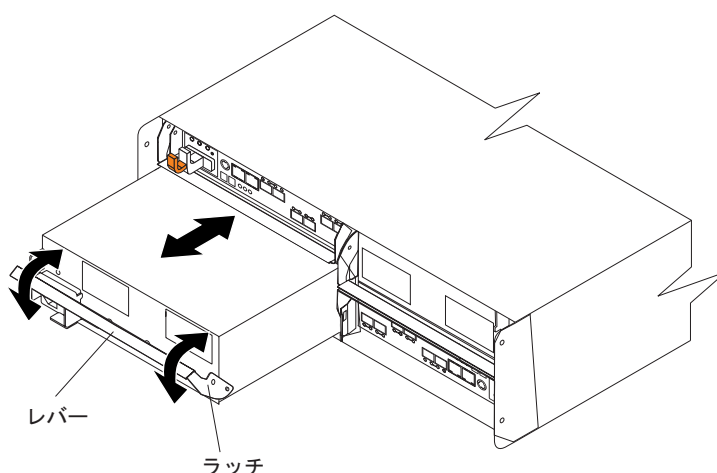

図 22. 電源機構およびファン・ユニットの再取り付け
1. 電源機構およびファン・ユニットをスライドさせてストレージ・サブシステムに入れます。電源機構およびファン・ユニットを再取り付けするために、図 22 で示すように各電源機構およびファン・ユニットのレバーがストレージ・サブシステムの内側に向かって開かれていることを確認してください。無理に差し込まないでください。電源機構およびファン・ユニットは、シャーシに正しく差し込まれるように設計されています。
重要: 図 22 に示すように、電源機構およびファン・ユニットをスライドさせてストレージ・サブシステムに入れる際、レバーがまっすぐ引き出されていることを確認してください。左右の電源機構およびファン・ユニットは、DS5020 シャーシ内部で反対の方向に取り付けられます。電源機構およびファン・ユニットを電源機構およびファン・ユニットのベイに完全に挿入できない場合は、電源機構ファンを 180° 反転させて再度挿入してください。